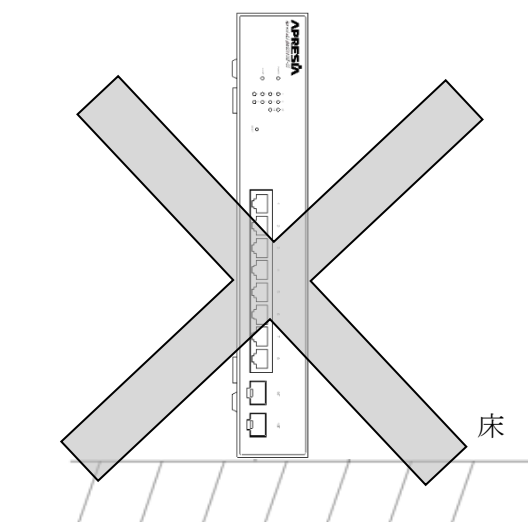

図 3-2 悪い設置例
- (1) 本装置の横に物を置かないでください。装置内部の冷却のための吸排気孔を塞ぎ、故障の原因となります。
- (2) 本装置の上に花瓶や飲物等を置かないでください。
- (3) 本装置を設置する場合は換気のための適切な空間として本装置側面の吸排気孔を塞がないよう十分なスペース(目安として約 100mm 以上)を空けてください。
- (4) 本装置を直接、床などに縦置きで使用しないでください。装置内部の冷却のための吸排気孔を塞ぎ、故障の原因となります。(図 3-2 参照)
- (5) 熱を発する機器を本装置の近傍に設置すると、発熱やエアフローの干渉により、片方あるいは双方の機器の冷却効果が十分には発揮できず、早期の故障を招く恐れがあります。特に、19 インチラックの上下に実装する場合のような機器が密集する設置場所では、機器のエアフローやラックの構造、配線状況を検討した上で、機器間に 50mm 程度のスペースを設けるなど、余裕を持たせた実装をご検討ください。